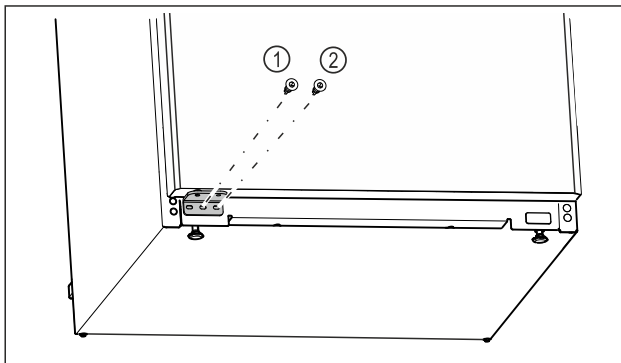

Fig. 26
- Draai de middelste schroef van de lagersteun Fig. 26 (1) vast met een Torx 20-schroevendraaier.
- Draai de binnenste schroef van de lagersteun Fig. 26 (2) vast met een Torx 20-schroevendraaier.